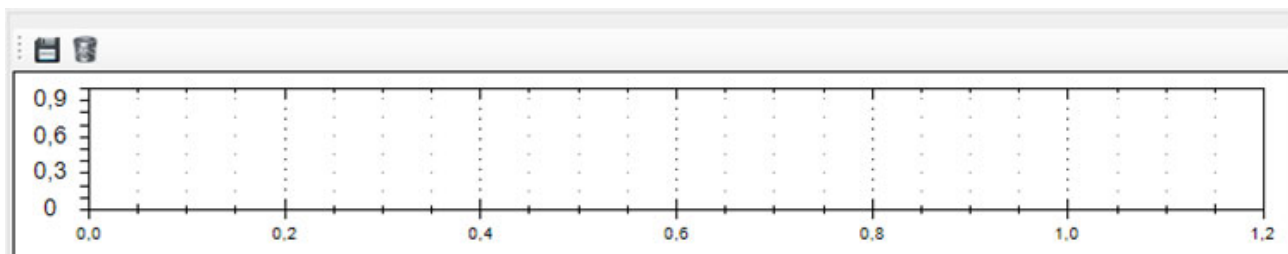

Рисунок 24 – Поле диаграммы
- при нажатии появляется диаграмма в рабочем поле программы (рисунок 24).